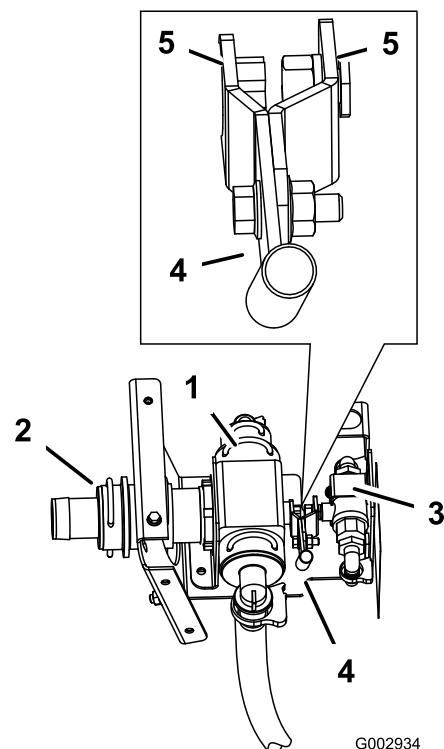

Bild 28
3. Entfernen Sie das gerade, gezahnte Anschlussstück (S67) und die Befestigungsgabel vom Steuerventil des Schlauchwagens (in den losen Teilen) (Bild 28).
- Schließen Sie das Ende des Hebels an das kleine Kugelventil am Steuerventil an (Bild 28).